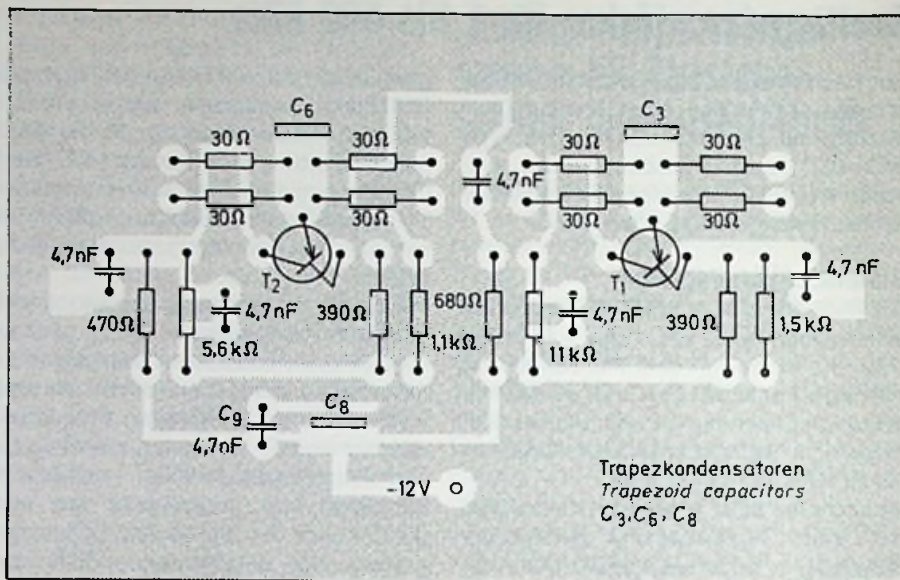

Bild 4: Vorschlag für einen Bestückungsplan
- Die Bestückungsseite (Massenfläche eines praktischen Aufbauvorschlages zeigt das Bild 4.